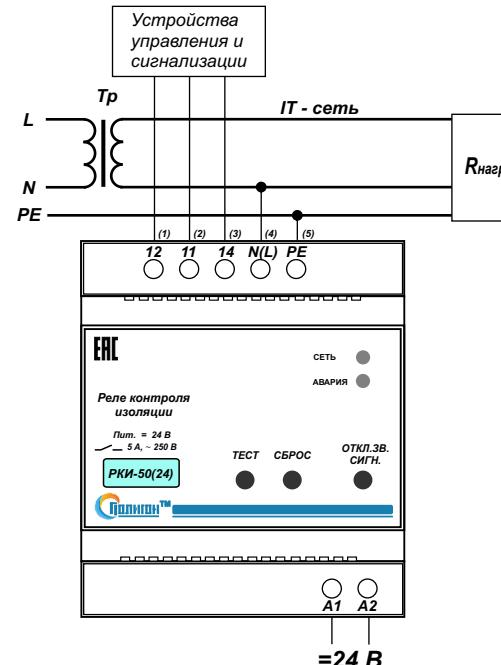

Рис.1. Типовая схема подключения блока РКИ-50(24) к однофазной сети.
4.3. Произвести подключение реле контроля изоляции РКИ-50 согласно маркировке (рис.1,2,3.): N(L) - нейтраль (фаза)